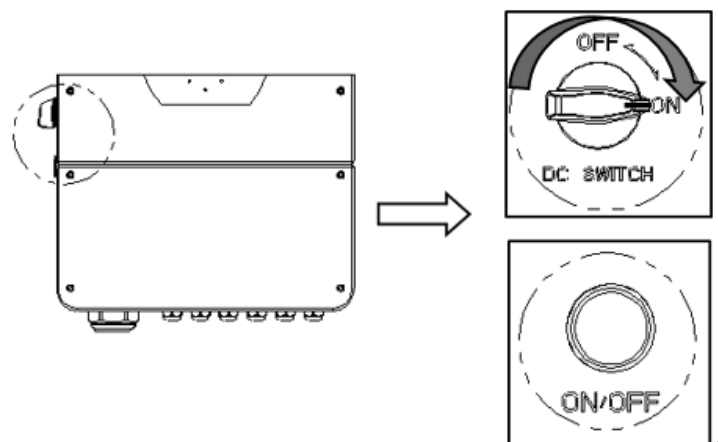

Abbildung 4.2.3
Schritt 4: Stellen Sie den DC-Schalter des Wechselrichters auf „ON“ (Abbildung 4.2.3).